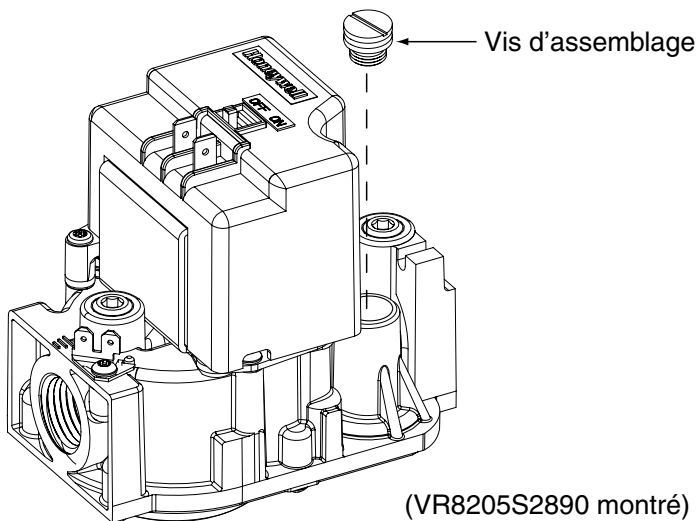
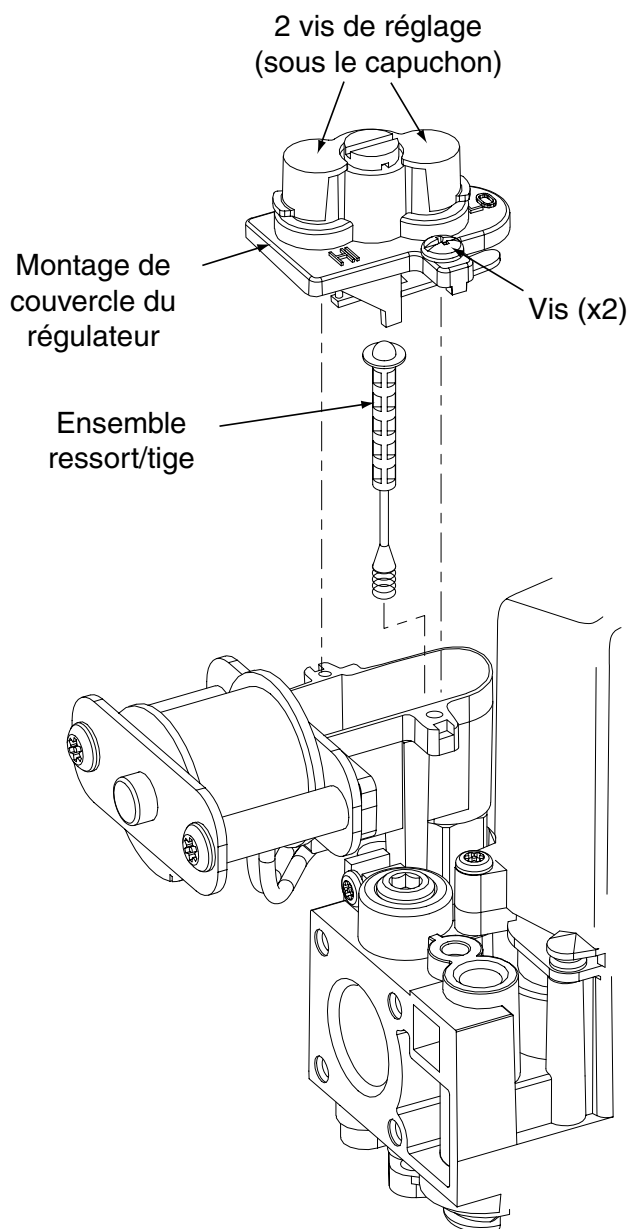
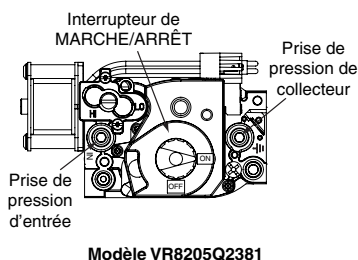

Figure 2. Démontage de la vis d'assemblage
Figure 4. Démontage de l'ensemble ressort/tige
Figure 5. Emplacements des prises de pression d'entrée et du collecteur
1. Retirez la vis d'assemblage du robinet de gaz tel que montré dans la Figure 2.
1. Retirez les deux vis qui fixent le couvercle du régulateur de pression sur le robinet de gaz. Ne jetez pas les vis. Voyez la Figure 4.
1. **Robinet de gaz mono-étage :** Retirez la vis d'assemblage du dessus du régulateur du robinet de gaz. Consultez la Figure 2 (page 4) pour les modèles VR8205S2890 ou VR8215S1289.
Robinet de gaz bi-étages : Pour les modèles VR8205Q2381, retirez le couvercle en plastique qui couvre les vis de réglage (Figure 4, page 4). Pour les modèles VR9205Q1127, retirez la vis d'assemblage (Figure 5, page 5).
2. À l'aide d'un tournevis ou d'une clé Allen (s'il y a lieu), tournez lentement la vis de réglage jusqu'à l'obtention de la pression d'admission donnée dans le Tableau 2. Voir la Figure 2 pour les modèles VR8205S2890 ou VR8215S1289. Consultez la Figure 4 pour les modèles VR8205Q2381 ou la Figure 5 pour les modèles VR9205Q1127.